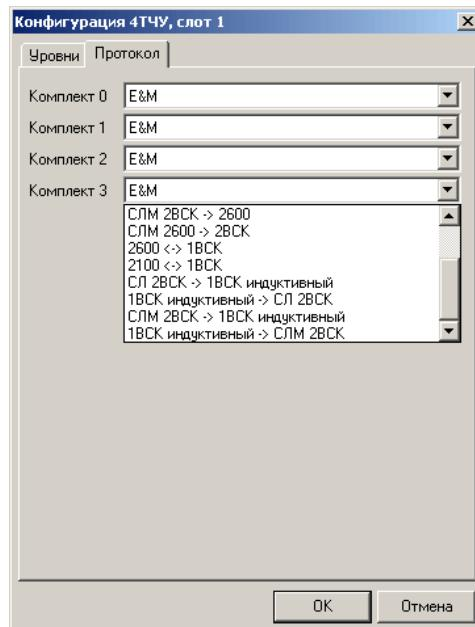

Рисунок 8
- выбрать вкладку «Протокол» (рис. 8);